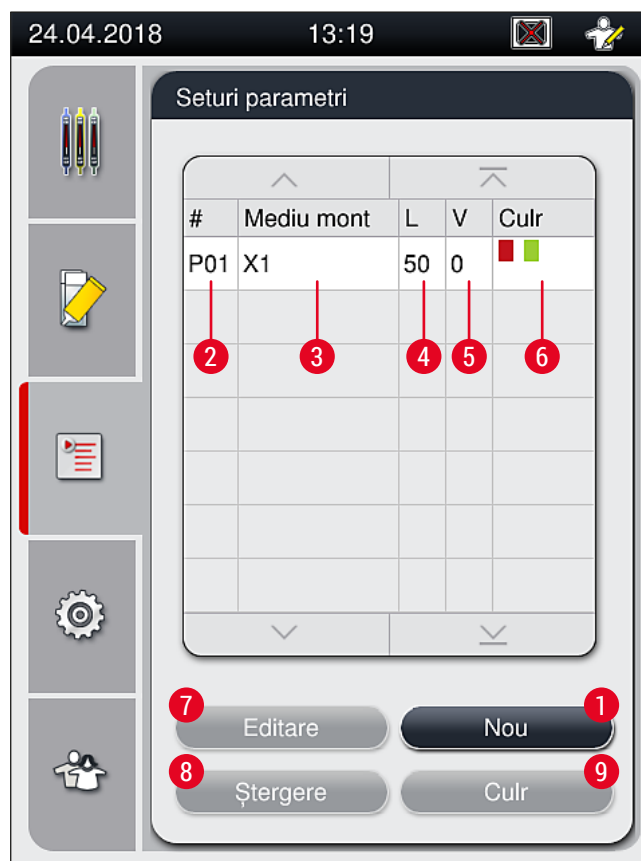

Fig. 42
- Meniul seturi de parametri (→ Fig. 42) îi permite utilizatorului să creeze noi seturi de parametri, să modifice seturile existente sau să atribuie o culoare de cadru stativ pentru un set de parametri. Crearea sau modificarea unui set de parametri presupune un status de utilizator **Supervisor** și este posibilă exclusiv dacă nu există stativ în instrument, iar instrumentul este în repaus.
- ✓ Setul de parametri nou creat este salvat acum și poate fi selectat din meniul setului de parametri (→ Fig. 42).